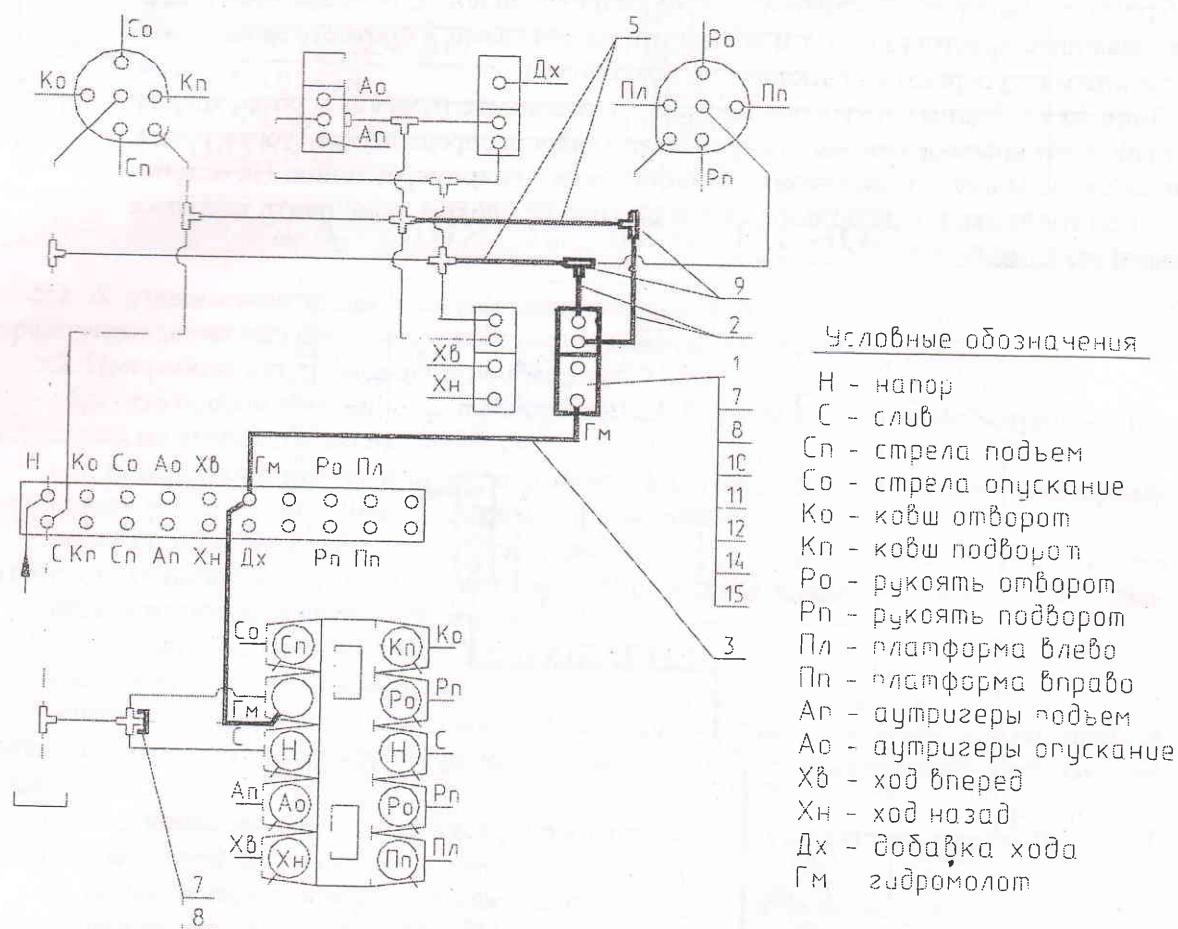

Рис. 10 Схема гидроуправления гидромолотом на экскаваторе ЕК-12
4.4.2.1. В соответствии со схемой (рис.10, табл.7) установите в пульте управления в кабине рядом с блоком управления ходом экскаватора дополнительный блок управления 1 со штуцерами 10, 11 и уплотнительными кольцами 15, используя детали крепления 12, 14.